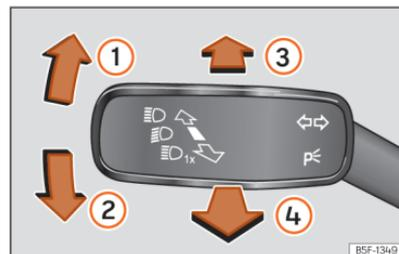

Abb. 106 Blinker- und Fernlichthebel.
- Drücken Sie den Blinker- und Fernlichthebel aus der Ausgangsstellung nach vorne »» **(Abb. 106) ③**.
- **ODER:** Ziehen Sie bei eingeschaltetem Fernlichtassistenten den Blinker- und Fernlichthebel nach hinten »» **(Abb. 106) ④**.